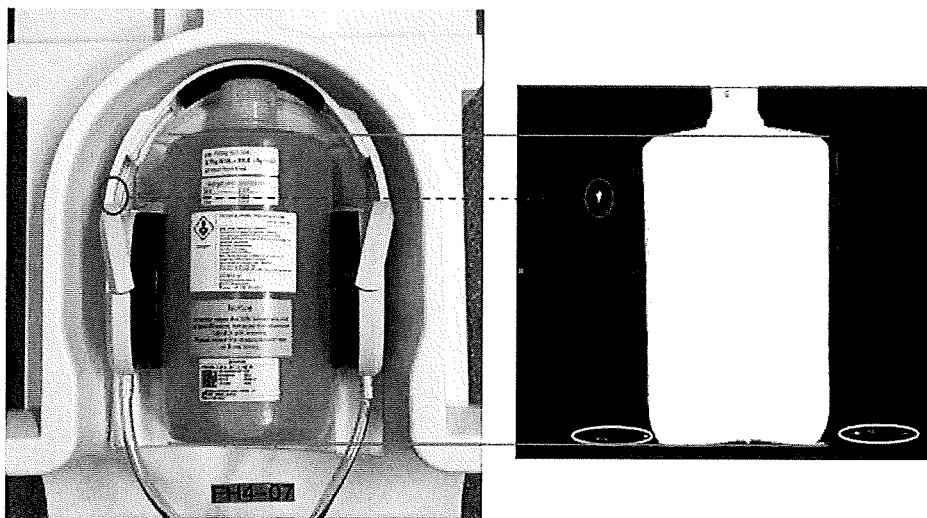

Figura 2
- Posizionare il fantoccio bottiglia e le cuffie come illustrato nella *Figura 2* sotto.